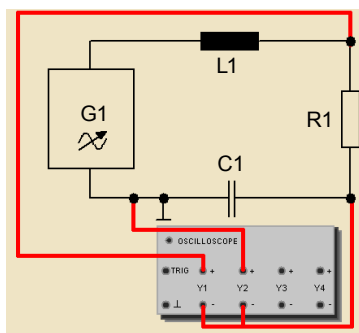

Рис. 13. Подключение канала осциллографа Y2
14. Подключить канал осциллографа  $Y2$ , как показано на электрической схеме (рис. 13).